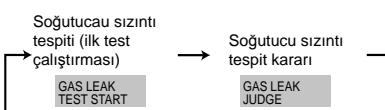

Fig. 8-2
- ② **CLOCK** (▼) düğmesine basın ve [GAS LEAK TEST START] (GAZ SIZİNTİ TESTİNİ BAŞLAT) seçeneğini seçin. (Fig. 8-2)